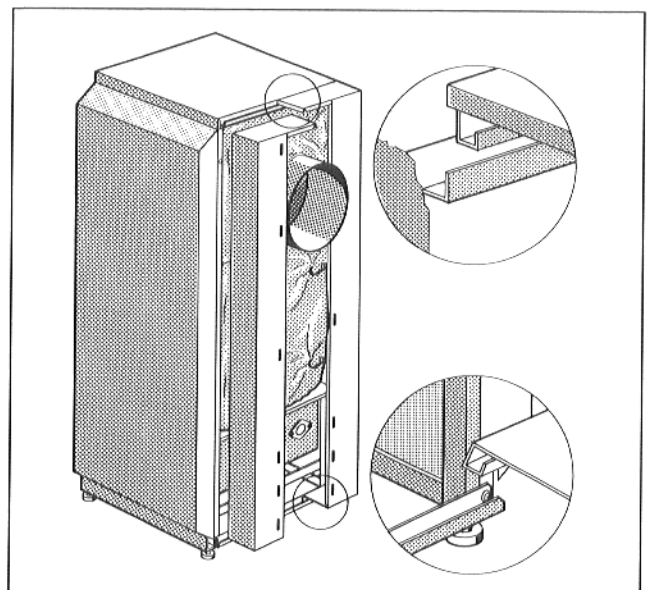

Abb. 11
- Rechte und linke Vorderwand unten in die U-Abkantung der Traverse einsetzen und oben in die Abkantung der Haube einhängen (Abb. 11).
5	Vorderwand / Verkleidung abnehmen (Abb. 11, 12, 17 u. 18)